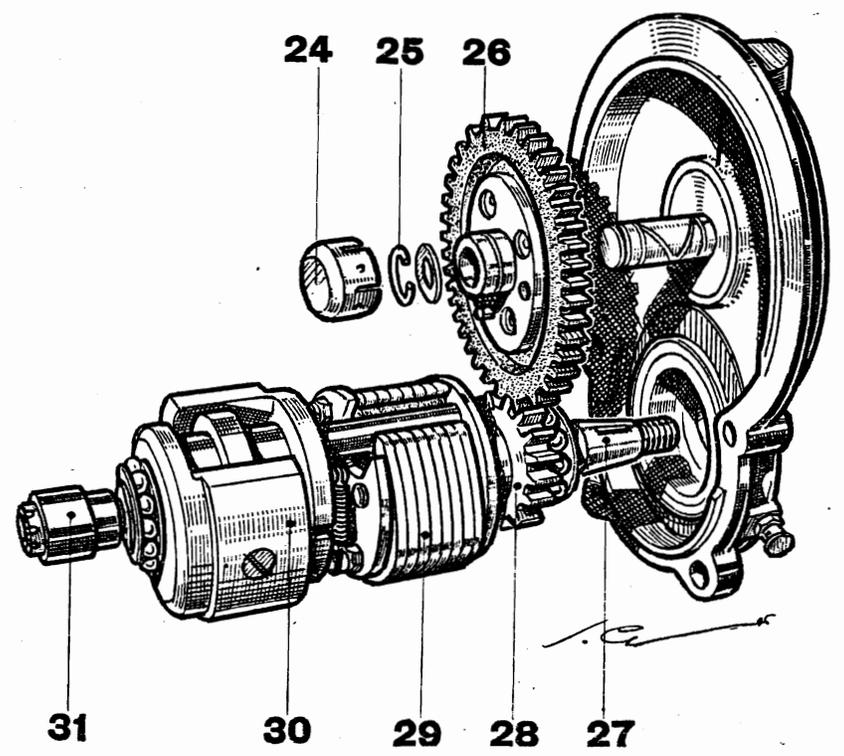

FIG. 41 — DÉMONTAGE DE LA ROUE DE DISTRIBUTION ET DU ROTOR
b) Démontage de la roue de distribution (fig. 41) :
- Enlever le chapeau aluminium (24) qui recouvre le jonc de fixation de la roue de distribution sur son moyeu ;
- Enlever le jonc de fixation (25)
- Enlever la roue (26).